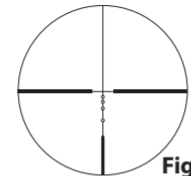
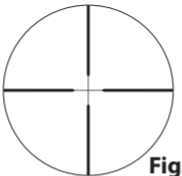
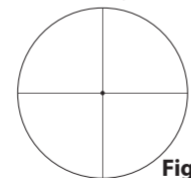
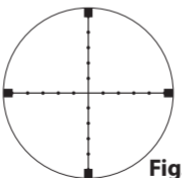

Fig. 3-4
Fig. 3-5
Fig. 3-6
Fig. 3-7
(2) Fokusering
- 1 Se gjennom okularet med øyet posisjonert ca. 10 cm (4 tommer) unna okularet for å se BDC-retikkelen (fig. 3-4), dupleksretikkelen (fig. 3-5), det fine trådkors med punktretikkelen (fig. 3-6) eller Mildot-retikkelen (MILstandard) (fig. 3-7). Påse at øyet er riktig innrettet og på riktig avstand, ellers "mørklegges" sikten.
(3) Forstørrelse
Hold i justeringstårnet med fingrene for å unngå å flytte på den innrettede skaleringen, vri skruen øverst på justeringstårnet mot urviseren med medfølgende sekskantnøkkel ① til skruen kommer ut. Ta deretter av justeringstårnet (fig. 3-5).